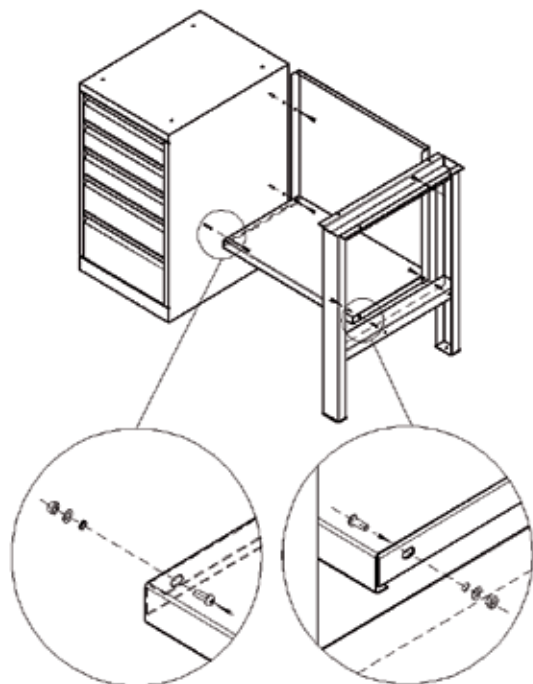

Рис. 4
2.К полученной конструкции присоединить тумбу с ящиками 2 и опору 3 (винт 10, гайка 13, шайба 15) (Рис.4). Тумбу с ящиками можно располагать как справа, так и слева. Для крепления тумбы с ящиками необходимо вытащить верхний и второй снизу ящики.